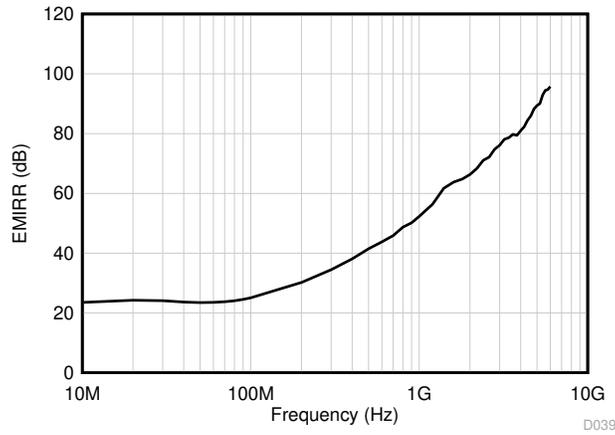

图 8-1. EMIRR 测试
(TI) 已经开发出在 10MHz 至 6GHz 宽频谱范围内准确测量和量化运算放大器抗扰度的功能。图 8-1 展示了对 TLV674x 执行该测试的结果。表 8-1 展示了在实际应用中 TLV674x 在常见特定频率下的 EMIRR IN+ 值。运算放大器的 EMI 抑制比应用报告包含了与运算放大器相关的 EMIRR 性能主题，该报告可在 [www.ti.com](http://www.ti.com) 上下载。